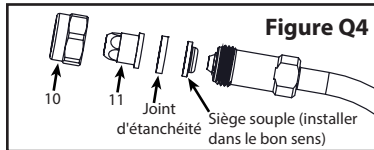

Figure Q4
6. Retirez l'écrou borgne (10) et l'embout de buse (11) de l'extrémité de la rallonge. **(Voir la figure Q4)** Utilisez (2) clés pour desserrer l'écrou borgne. 14 mm (9/16 po) pour maintenir la rallonge et 20 mm (13/16 po) pour l'écrou borgne. Notez que le joint interne du siège souple est toujours orienté vers le siège. (REMARQUE : La rallonge peut se tordre et devenir inutilisable si l'on n'utilise pas (2) deux clés pour retirer l'écrou borgne.)